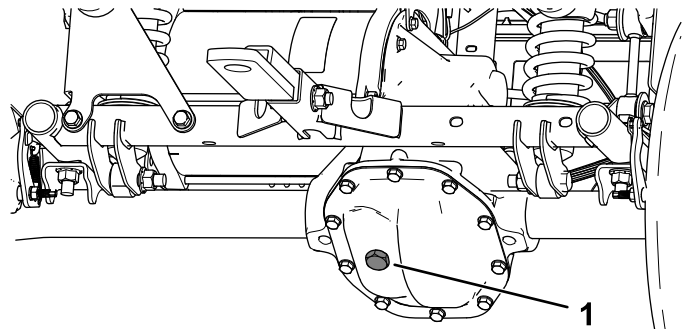

Figura 51
4. Retire el tapón de llenado del transeje (Figura 51).
5. Si el nivel de fluido es bajo, retire el tapón de llenado y añada el fluido especificado hasta que salga del orificio (Figura 51).
4. Retire el tapón de llenado del transeje, y llene el transeje con el fluido especificado hasta que salga del orificio de llenado (Figura 51).